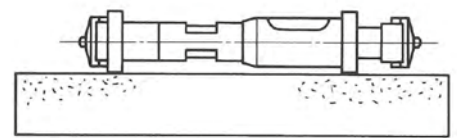

Abb. 6.
- Beide Stützflansche (11) durch Auflegen auf eine flache Unterlage parallel ausrichten (Abb. 6), Sprengmutter anziehen.